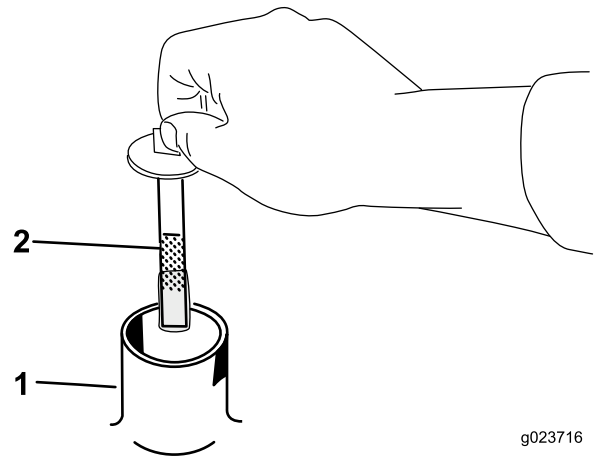

Figura 43
5. Retire el tapón del cuello de llenado y compruebe en la varilla el nivel de aceite (Figura 43).